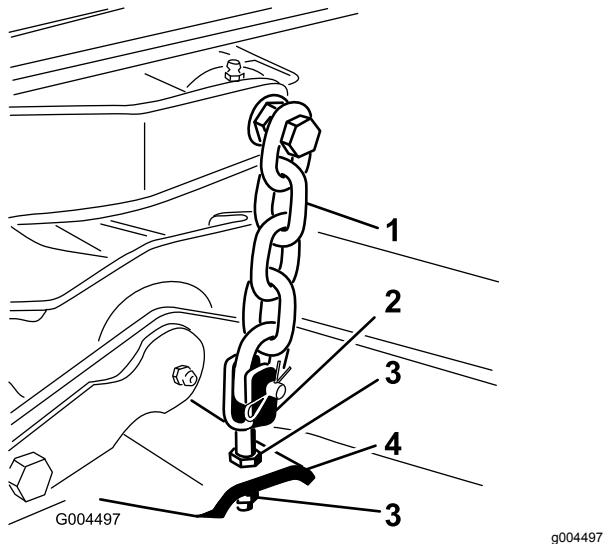

Figura 99
7. Ajuste las contratuerca que fijan las horquillas/cadenas de la parte trasera de la carcasa para elevar la parte trasera, hasta que la inclinación de las cuchillas sea de 8 mm (5/16") (Figura 99).